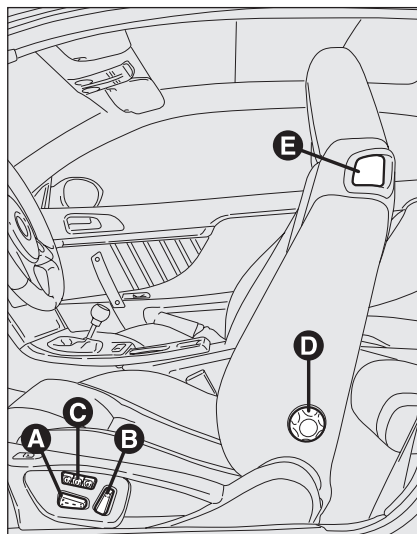

fig. 27
SIEGES AVANT AVEC REGLAGE ELECTRIQUE (si prévus) fig. 27
Pour accéder aux places arrière, tirer la poignée **E-fig. 27** et déplacer vers l'avant le dossier: le siège se déplace automatiquement vers l'avant.
- ☐ garder la pression pendant au moins 3 secondes sur un des boutons **C-fig. 27** (voir paragraphe "Sièges" dans ce chapitre).